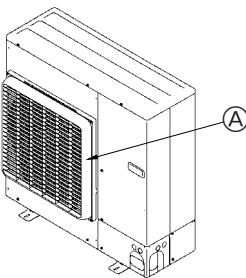

Fig. 2-4
- ② Installeer een optionele uitlaatluchtgeleider en luchtgeleider als het apparaat wordt geïnstalleerd op een plaats waar krachtige windstoten bij storm etc. rechtstreeks de luchtauitlaat kunnen binnendringen. (Fig. 2-4)